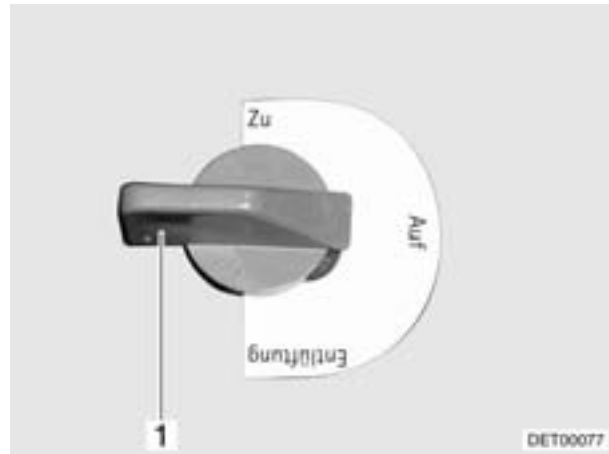

Bild 169 Ablaufhahn
- Zu: Die Nase des Bedienhebels (Bild 169,1) zeigt in Fahrtrichtung.
- Bedienhebel des Ablaufhahns (Bild 169,1) in Stellung "Entlüftung" drehen.
- Bedienhebel des Ablaufhahns (Bild 169,1) in Stellung "Auf" drehen. Wasser läuft ab.
- Bedienhebel des Ablaufhahns (Bild 169,1) in Stellung "Zu" drehen.